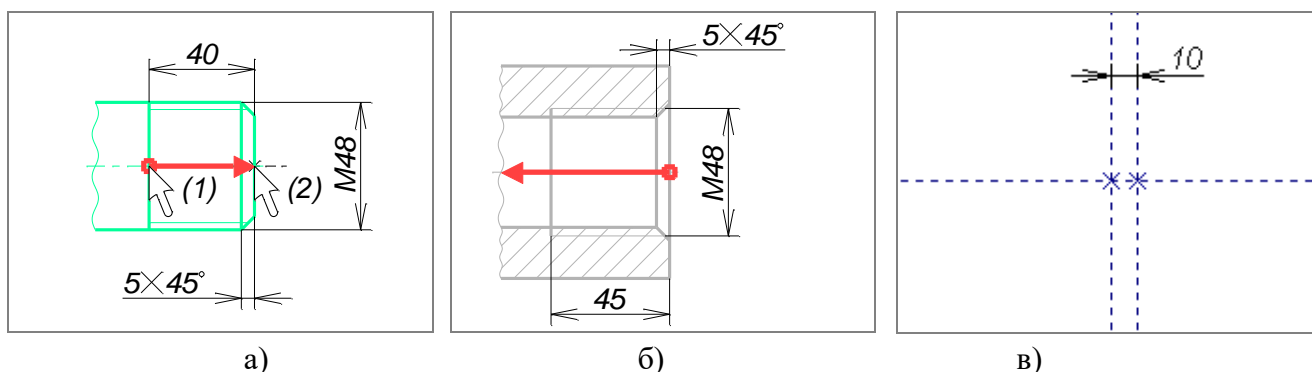

Рисунок 24 – Порядок создания фрагментов пробки и втулки предварительные построения на чертеже сборки
2.2.4 Постройте вектор привязки с двумя точками. Порядок построения: вызвать команду «» («Построения|Вектор привязки»). Выбрать две точки вектора привязки. Затем в окне параметров вектора привязки задать связь со слоями изображения: параметр «Связь со слоями» установить в значение «Рисовать только помеченное», в списке слоев отметить слой «1» (рисунок 24а). Полученный файл сохраните с именем «Пробка» и закройте.